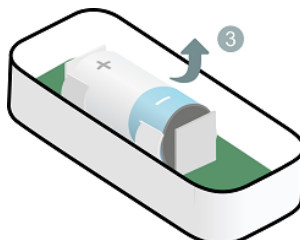

Рисунок 7.2 – Извлечение батареи
3. Извлеките батарею из датчика (см. рисунок 7.2), подождите 30 секунд и установите батарею обратно, соблюдая полярность.
Датчик находится в режиме связывания 60 секунд. Если Вы не успели связать его с хабом за этот период, то извлеките батарею из датчика (см. рисунок 7.2), подождите 30 секунд и установите батарею обратно, соблюдая полярность. Датчик вернется в режим связывания.